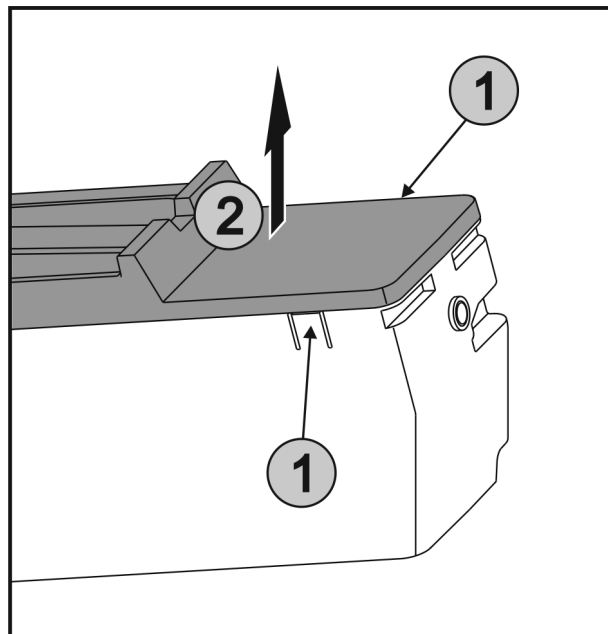

Fig. 52
- ▶ 同时按下 EasyTwist-Ice 两侧的卡舌 Fig. 52 (1) 并将盖板 Fig. 52 (2) 向上取下。